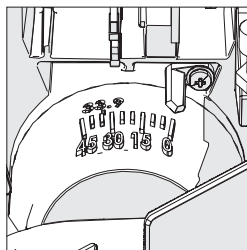

Fig. 23
- Draai het zaagblad naar de gewenste positie. Een gradenboog is aanwezig als richtlijn. (**Fig 23**)